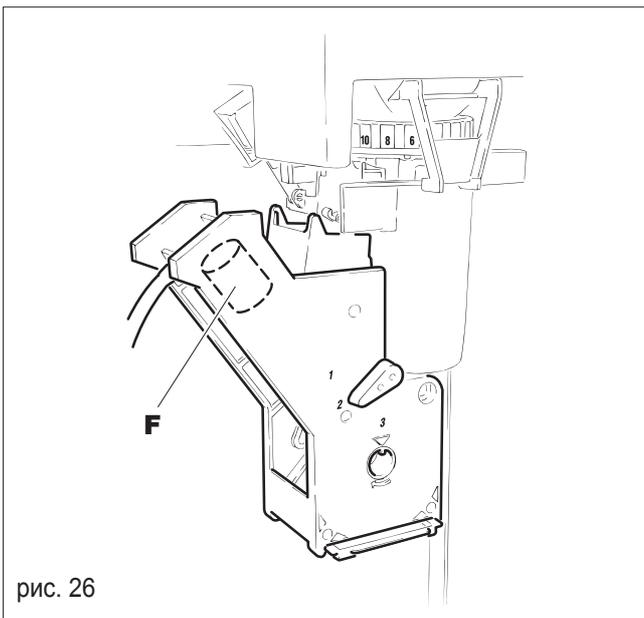

рис. 26
- Промойте ЦУ водой, в особенности верхний фильтр (**Ф**, рис. 26);